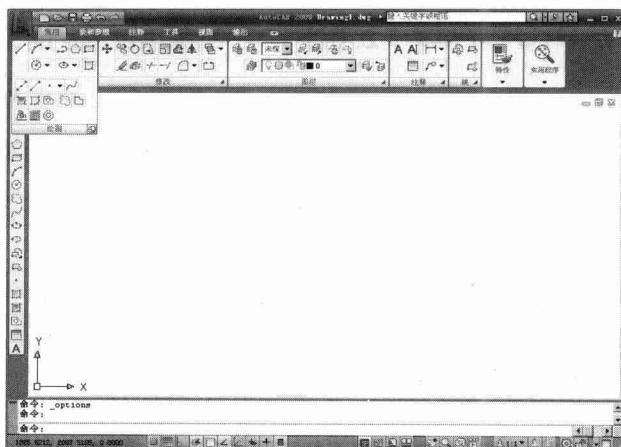

图1-2 打开【绘图】工具栏
4. 将鼠标光标移动到【快速访问】工具栏的任一按钮上，单击鼠标右键，选择【工具栏】/【AutoCAD】/【绘图】选项，打开【绘图】工具栏，如图 1-2 所示。用户可移动工具栏或改变工具栏的形状。将鼠标光标移动到工具栏边缘处，按鼠标左键并移动光标，工具栏就随鼠标光标移动。将鼠标光标放置在拖出的工具栏的边缘，当鼠标光标变成双面箭头时，按住鼠标左键，拖动鼠标光标，工具栏形状就发生变化。